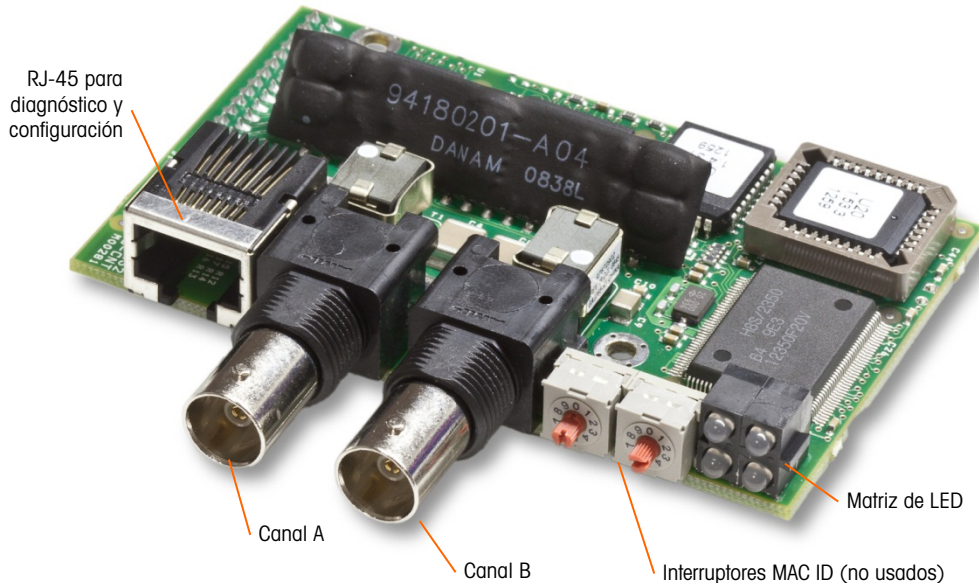

Figura 3-59: Conexiones y componentes del módulo PLC de ControlNet
El módulo de PLC de ControlNet (Figura 3-59) se conecta con la red ControlNet a través de una conexión y cable de caída de voltaje desde el cable de enlace original. Esta opción es para una conexión o dos (para redundancia). El canal A es la conexión normal y el canal B (redundante con el canal A) puede usarse si ControlNet no detecta señal en el canal A. Note que la dirección del módulo se establece en el software, y los interruptores de identificación MAC indicados en la Figura 3-59 no se usan.
- **No** conecte un cable Ethernet en el conector RJ-45 que se muestra a la izquierda en la Figura 3-59. Esta conexión no se usa.